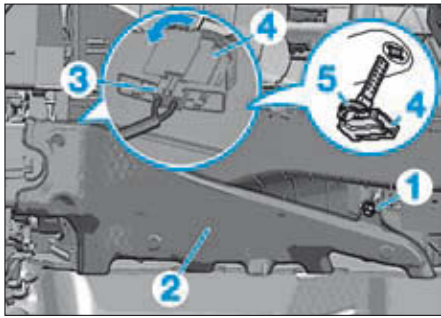

FIG. 45
- la vis (1) du diffuseur (Fig.45),
- le diffuseur d'air au plancher côté passager avant (2).
- Débrancher le connecteur (3).
- Tourner la sonde de température (4) de 90°.
- Extraire la sonde de température du diffuseur d'air au plancher droit (2).
- Vérifier que le joint (5) de la sonde soit en bon état et correctement installé (Fig.45).